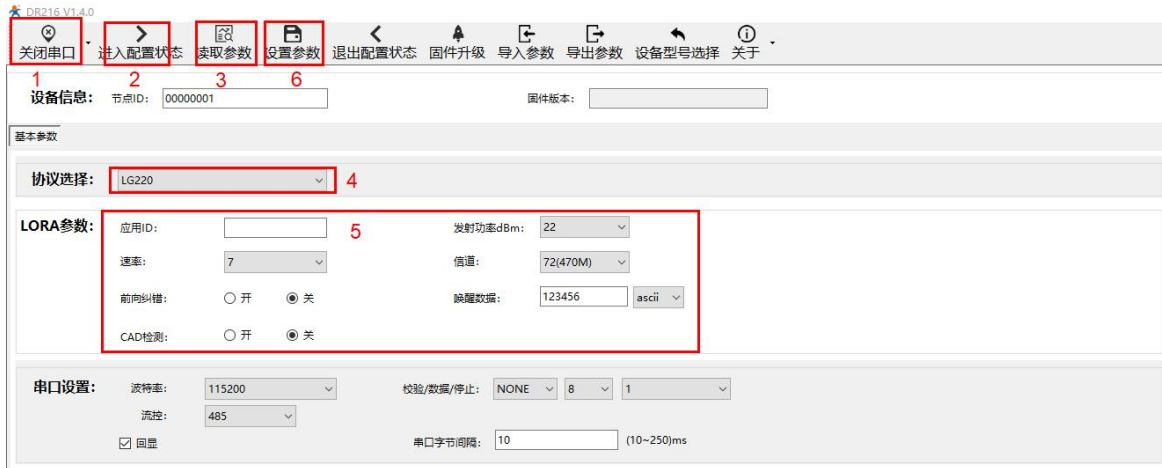

图 1 节点参数设置
(1) 使用 485 串口线将节点接入串口设备（以 PC 机代替），集中器使用串口线接入串口设备（以 PC 机代替），给节点、集中器装上天线，然后分别上电。
(2) 打开 LoRa 设置软件（选择 DR216），依次点击“打开串口(串口参数：115200，None，8，1)”、进入配置状态、读取参数、填写相关参数、设置参数，如“图 1”所示。
(3) 如需通过指令设置，可参考“表 2”内容。